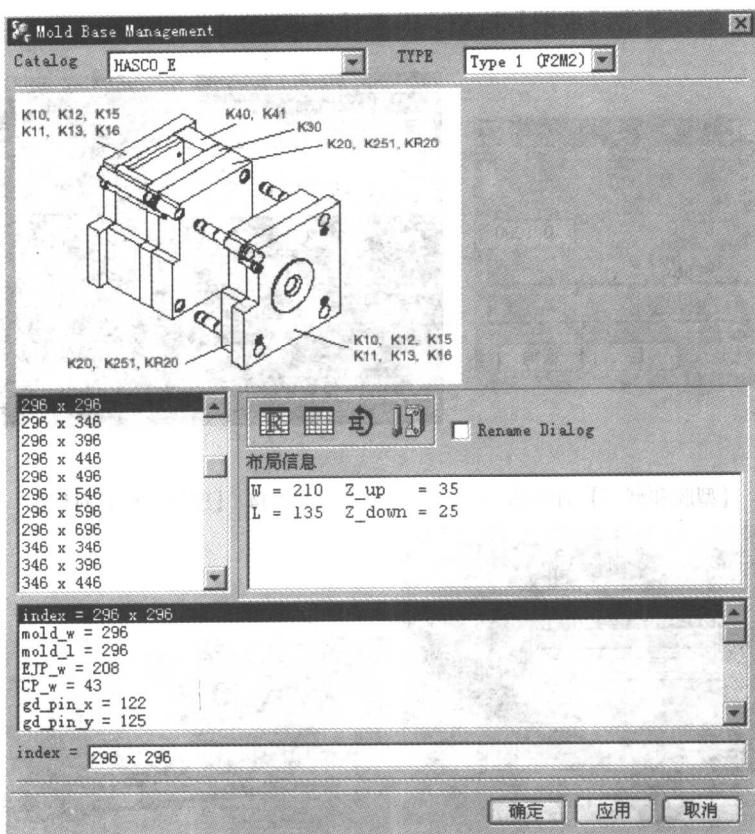

图 1-16 【Mold Base Management】对话框
1) 点击【Mold Base】图标，打开如图 1-16 所示的【Mold Base Management】(模架管理) 对话框。在 Catalog 下拉列表框选择【HASCO - E】选项，在【Type】下拉列表框选择 Type 1 (F2M2) 模件，系统会在【布局信息】列表框显示型腔尺寸，并自动搜索一个接近的模架编号，在模架编号中选择 296 × 296。